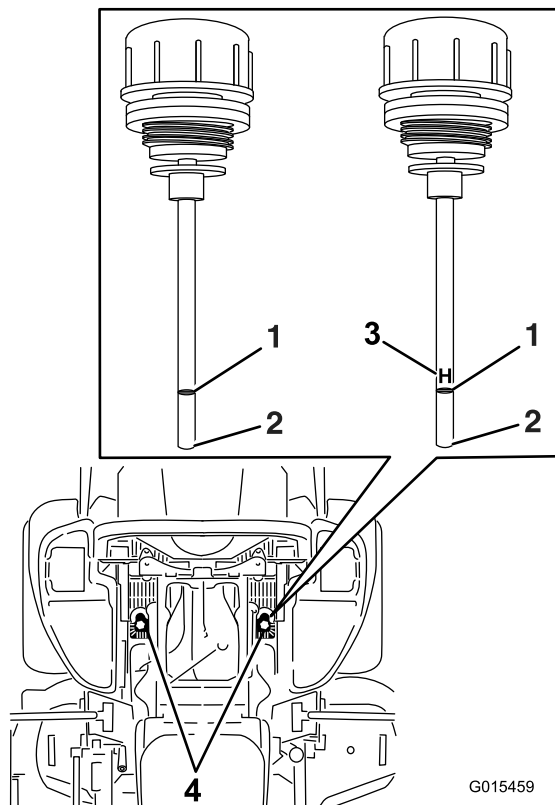

Figura 89
6. Pulite l'area attorno all'asta di livello dei serbatoi dell'impianto idraulico (Figura 89).
7. Togliete un'asta di livello dal serbatoio idraulico (Figura 89).
9. Togliete l'asta e controllate l'estremità (Figura 89).